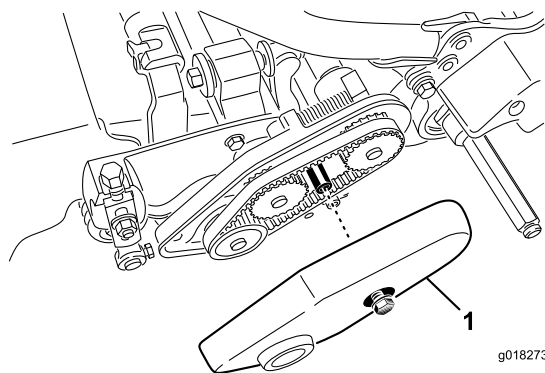

Рисунок 47
2. Ослабьте затяжку фланцевого болта, который крепит кожух ремня, и снимите крышку ремня, чтобы открыть ремень (Рисунок 47).